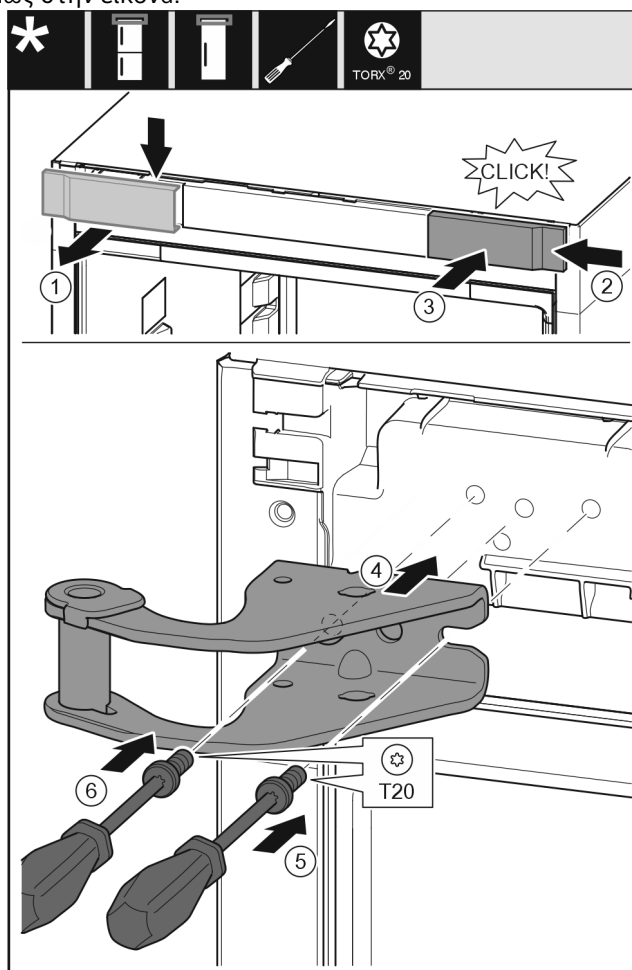

Fig. 31
- Αφαιρέστε το κάλυμμα από επάνω προς τα εμπρός. Fig. 31 (1)
- Αναρτήστε το κάλυμμα υπό γωνία 180° στην άλλη πλευρά από δεξιά. Fig. 31 (2)
- Κουμπώστε το κάλυμμα. Fig. 31 (3)
- Τοποθετήστε το επάνω στήριγμα. Fig. 31 (4)
- Τοποθετήστε τη βίδα με κατσαβίδι T20 και σφίξτε τη. Fig. 31 (5)
- Τοποθετήστε τη βίδα με κατσαβίδι T20 και σφίξτε τη. Fig. 31 (6)